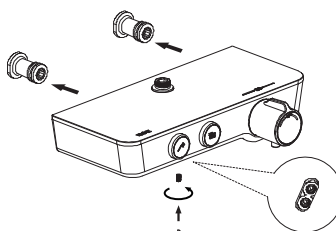

Figura 4
a) Collegare la barra termostatica della doccia (10) ai connettori curvi (Figura 4). Il lato sinistro è quello dell'acqua calda e il lato destro è quello dell'acqua fredda. Utilizzare la chiave a brugola per fissarla.